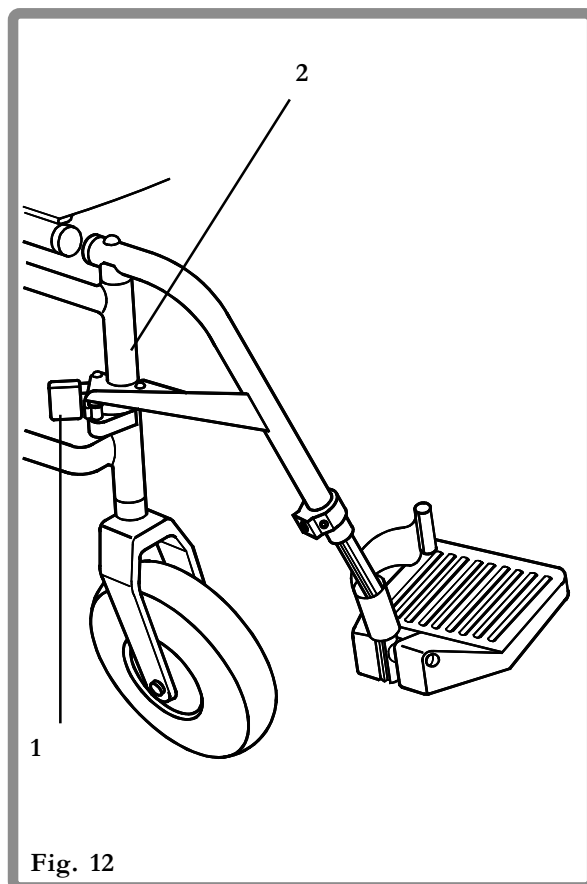

Fig. 12
Quickie GP Sving er utstyrt med utsvingbare benstøtter (Fig. 12) som standard. Denne typen benstøtter letter forflytning til og fra rullestolen. Frontene (3) blir levert i 60° eller 70° vinkel. (Vinkelen er stanset inn på undersiden av fronten).